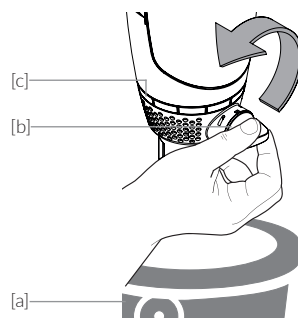

Abb. 8.2
- / Rückspülgriff [b] in Pfeilrichtung um 90° (Abb. 8.2) zurückdrehen zur Ausgangsposition
- / gemäß Kapitel 8 Rückspülung, Abb. 8.2 den Rückspülgriff um 90° in Pfeilrichtung zurückdrehen